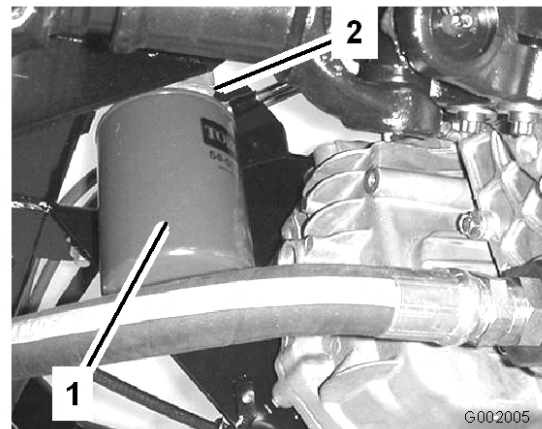

Bild 65
4. Entfernen Sie den Filter (Bild 65).